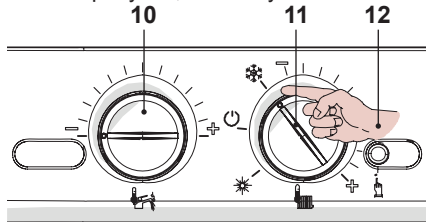

Рисунок 5.64
- Установите регуляторы 10 и 11, как показано на рисунке, см. Рисунок 5.64.
- Чтобы настроить частоту повторного включения котла, войдите в режим программирования, нажав и удерживая в течение 15 секунд кнопку перезапуска 12, см. Рисунок 5.64, пока на ЖК-дисплее не появится параметр **P01**; на ЖК-дисплее последовательно отобразятся следующие символы (параметр **P01** будет загораться поочередно с -- -- --).
- Нажмите кнопку перезапуска 12, см. Рисунок 5.64, и пролистайте параметры до **P10**, предназначенного для настройки частоты повторного включения котла; на ЖК-дисплее последовательно отобразятся следующие символы (параметр **P10** будет загораться поочередно с 88).
- Чтобы изменить настройку, поверните регулятор температуры воды горячего водоснабжения 10, см. Рисунок 5.64, и установите его на выбранное время (см. Рисунок 5.68: регулятор установлен на повторное включение через каждые 3 минуты).